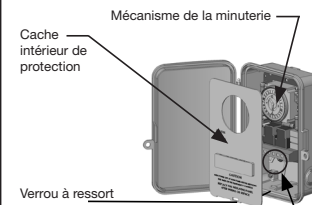

Figure 1 - Verrou de la carte imprimée
1. Ouvrez la porte et retirez le cache intérieur de protection en appuyant sur le verrou à ressort. (Voir la figure 1 ci-dessous)
2. Retirez la carte imprimée en appuyant sur le verrou à ressort qui maintient le bas de la carte. (Voir la figure 1 ci-dessous)